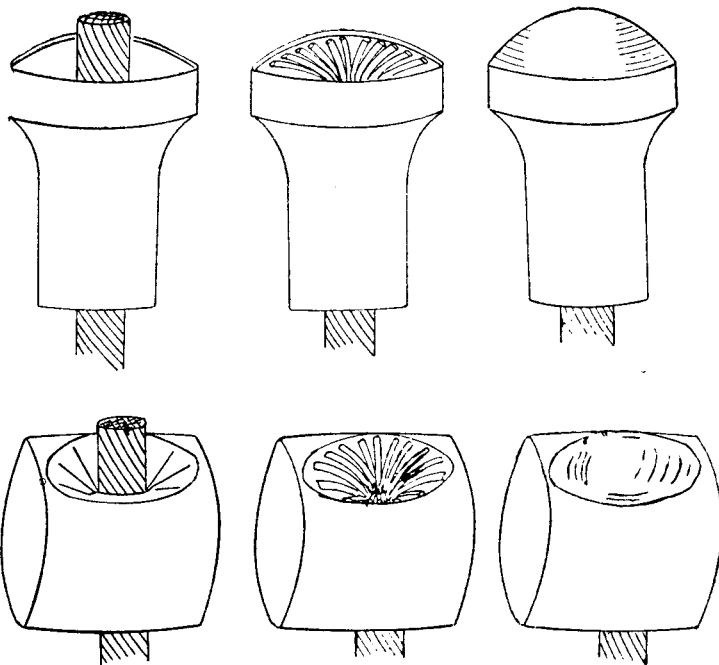

Fig. 13. Billedet viser hvorledes en Nippel bør loddes paa et Kabel.
6. Ved Paalodning af Kabelsko bør man gaa frem efter følgende Fig. 13.